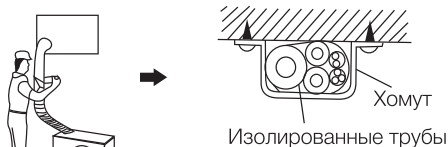

Рис. 6
- Оберните изоляцией трубу от нижней части внешнего блока до верхней части трубы, где она входит в стену. После того, как вы сделаете один оборот лентой, перекройте его следующим внахлест. (Рис. 6)